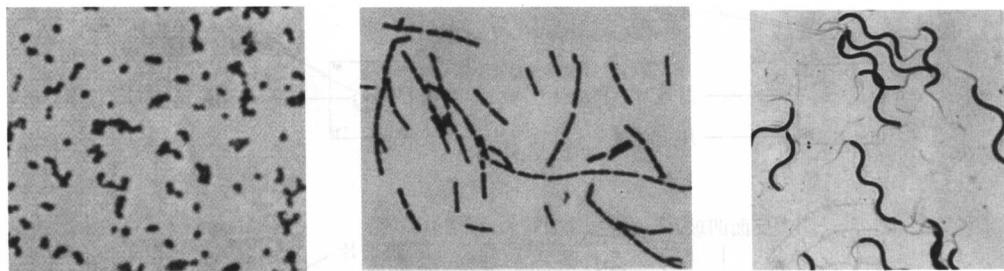

图 1-14 球菌、杆菌和螺旋菌
1. 结合显微镜（油镜）的使用，观察三个细菌染色片（球菌、杆菌和螺旋菌，如图 1-14 所示），并绘图。